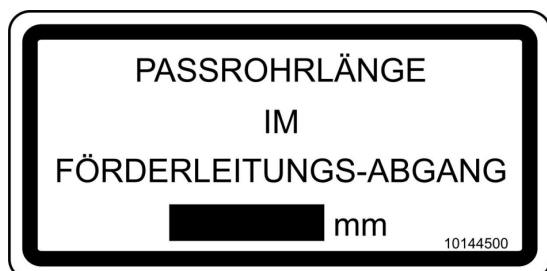

Fig. 1
- La longitud del tubo de ajuste incorporado en la salida de la tubería de transporte se indica en una placa en la máquina (Fig. 1).